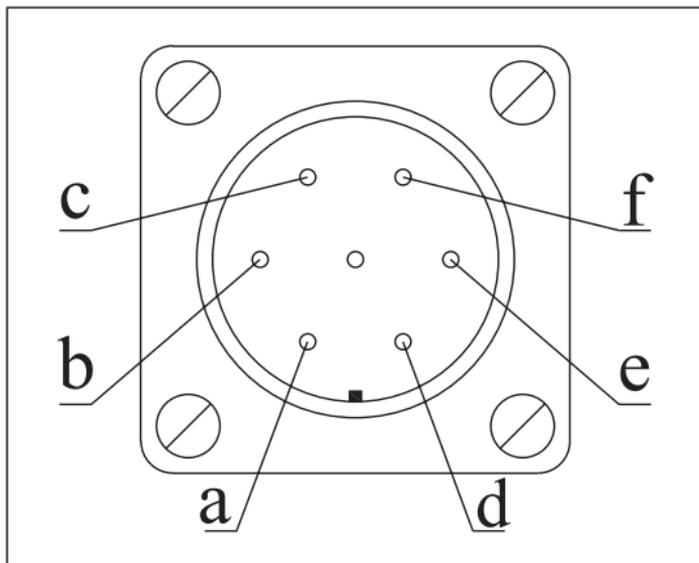
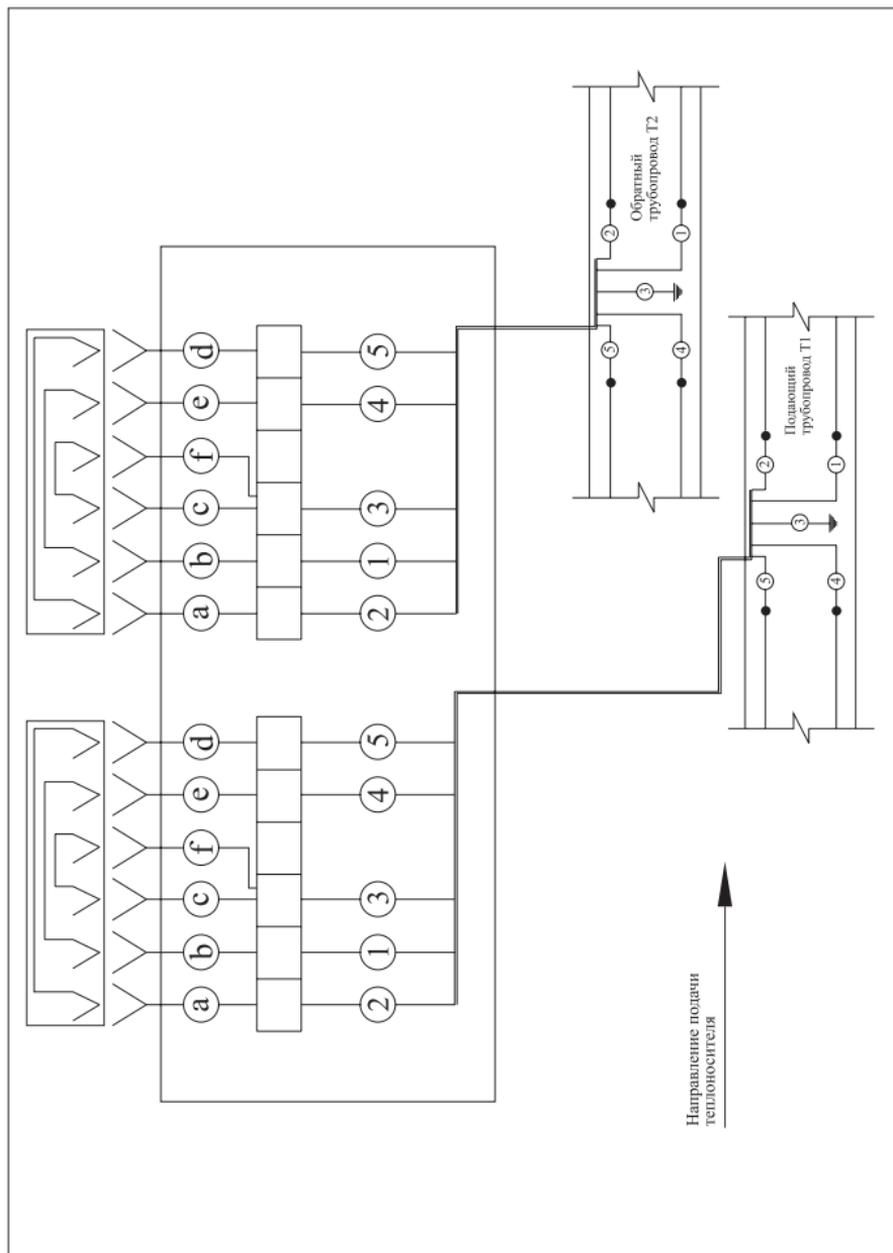
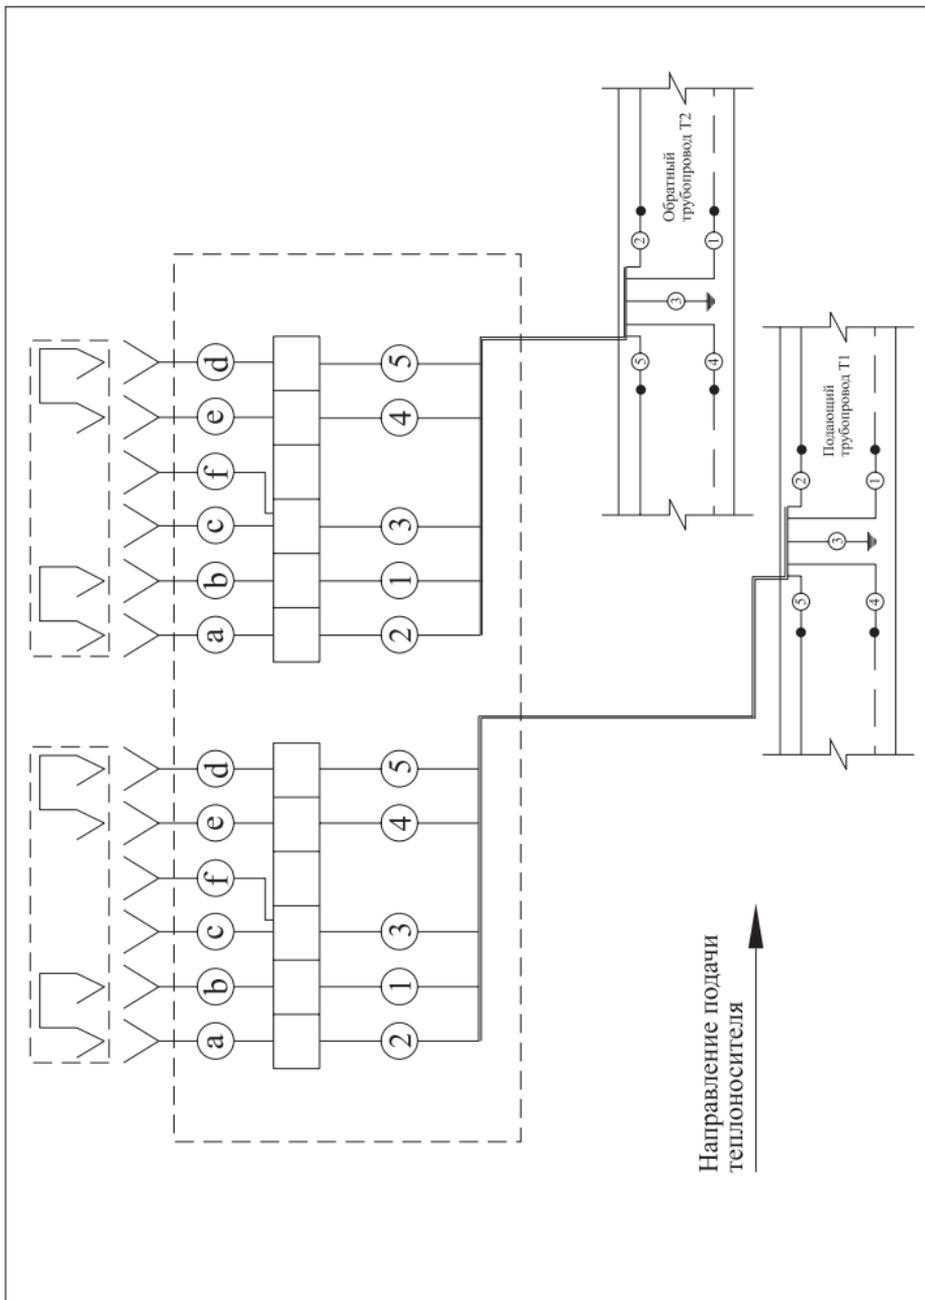
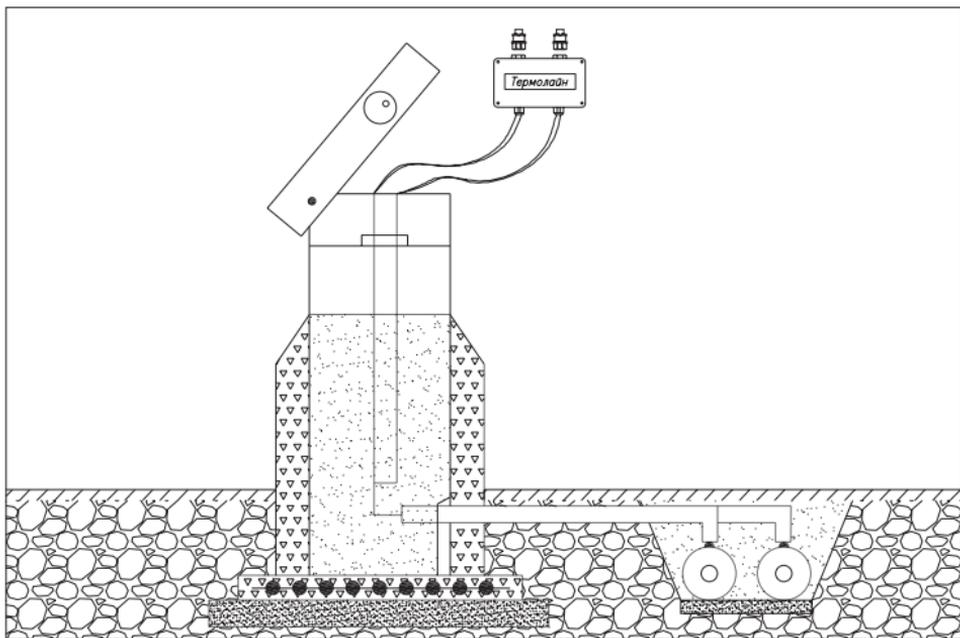

Рис. 4
Рис. 5 «Соединение одной двухтрубной системы ОДК»
Рис. 6 «Разъединение/закольцовка одной двухтрубной системы ОДК»
Рис. 7 «Установка терминала в наземном ковре»
Подключение терминала к системе оперативного дистанционного контроля производить в соответствии с монтажной (**Рис. 7**) и электрическими схемами (**Рис. 5, Рис. 6**).
5. При помощи отвертки зафиксировать провода **8** в клеммной планке **5**. Порядок соединения проводов указан на электрических схемах – **Рис. 5, Рис. 6**.
6. Для соединения системы ОДК монтаж проводников внутри терминала осуществлять по электрической схеме **Рис. 5**, а в разъем **2** установить заглушки-соединители с маркерной полосой **1б**.
7. Для разъединения/закольцовки системы ОДК монтаж проводников внутри терминала осуществлять по электрической схеме **Рис. 6**, а в разъем **2** установить заглушки-замыкатели без маркерной полосы **1а**.
11. В ковре установку терминала производить (**Рис. 7**) на специальной площадке (внутри ковра терминал «жестко» к самой конструкции ковра не крепить).
Обозначение контактов разъема (Рис. 4 и Рис. 5, 6)	СООТВЕТСТВИЕ КОНТАКТОВ
9. Установить провода **8** в клемную планку **5** на прежнее место (в соответствии с электрическими схемами – **Рис. 5** или **Рис. 6**).